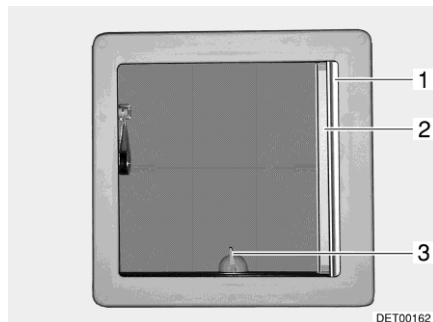
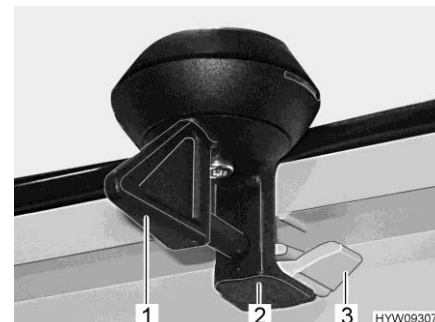

Fig. 72 Oblò inclinabile
Fig. 73 Bloccaggio (oblò inclinabile)
- Ruotare la leva (Fig. 72,3 o Fig. 73,1) di un quarto di giro.
- Girare la leva di un quarto di giro. Il bloccaggio (Fig. 73,2) deve entrare nell'aggancio inferiore (Fig. 73,3).
- Tirare la tendina oscurante pieghevole (Fig. 72,1) fino alla posizione desiderata e rilasciare. La tendina oscurante pieghevole rimane in questa posizione.
- Estrarre la zanzariera a rullo (Fig. 72,2) fino a quando non scatta il bloccaggio dalla parte opposta.